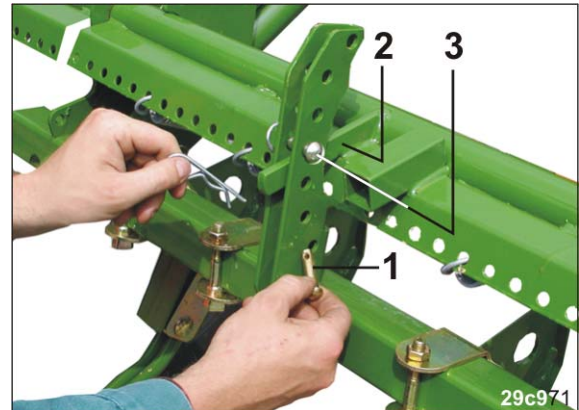

Fig. 176
3. Den Bolzen (Fig. 176/1) in eine Bohrung unterhalb des Hebels (Fig. 176/2) stecken und mit einem Federstecker sichern.
3. Den zweiten Bolzen (Fig. 176/3) in eine Bohrung oberhalb des Hebels (Fig. 176/2) stecken und mit einem Federstecker sichern.